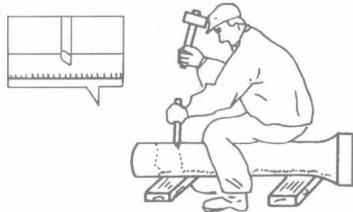

图 1-22 鑿切陶土管
(2) 鑿割陶土管。鑿割陶土管的操作如图 1-22 所示，先将管子平放在砂地上稳住，用锋利的扁鑿沿管子割断线轻轻鑿出一道沟痕，然后再沿沟痕鑿几次。当鑿出的沟深超过管子壁厚的一半时，用尖鑿在沟位上沿管子圆周鑿出 3~4 个管壁的洞，然后将割断线一端的管子垫高悬起，将扁鑿的刃口卧进沟底，用锤子猛击扁鑿 2~3 下，悬空的管子即可断下。